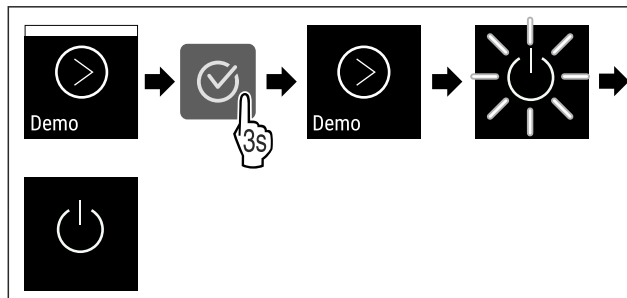

Fig. 92
- ▶ Vykonať kroky akcie (pozri Fig. 92).